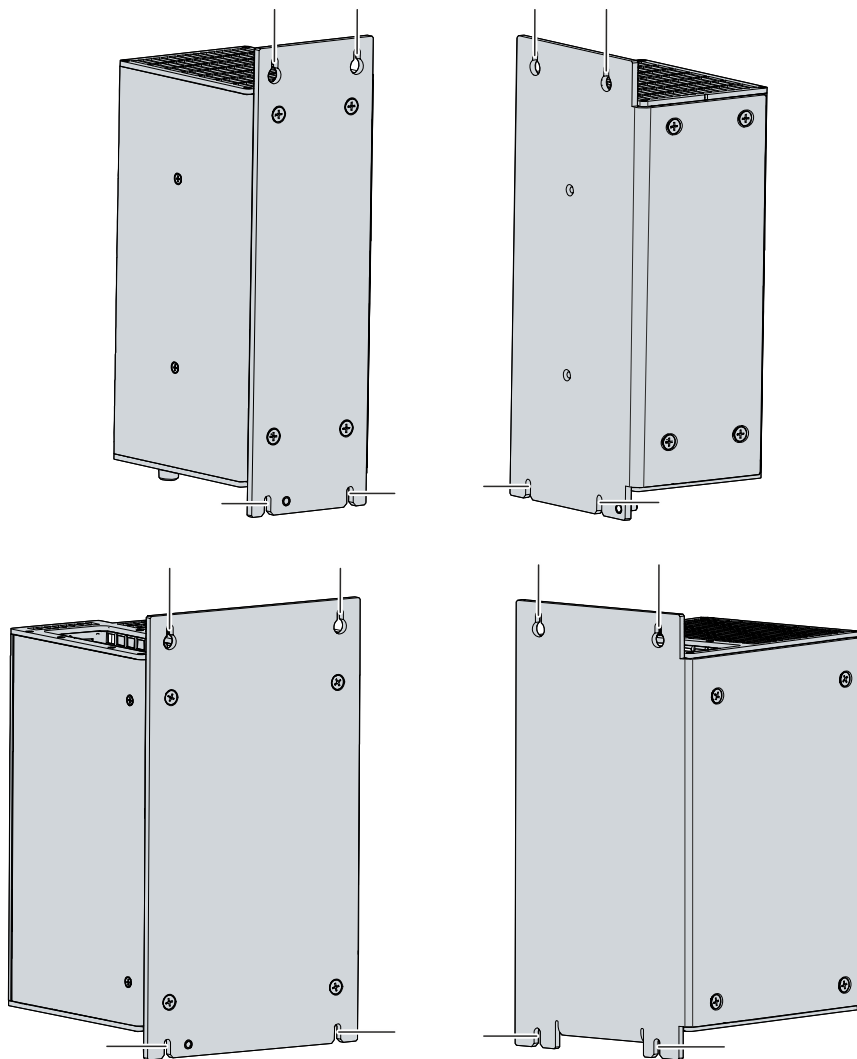

図 22: C6930\_制御盤からの取り外し
2. PCを持ち上げ、取付ネジがキーホールにはまるようにします(図22 参照)。